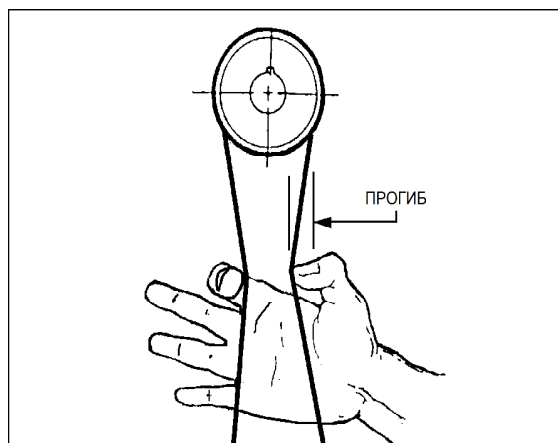

Рис. 12
3. Надлежащее натяжение ремня достигается тогда, когда при умеренном надавливании на ремень пальцами посередине между шкивами появляется небольшой прогиб (Рис. 12).